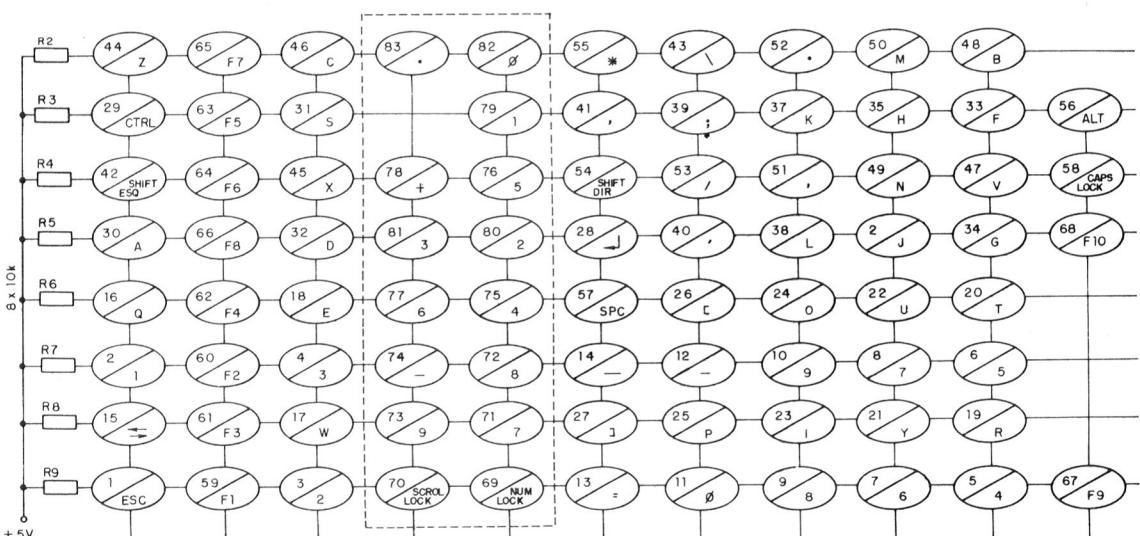

FIGURA 2
A **figura 2** ilustra um teclado usado num microcomputador 16 bits da linha IBM.
Este teclado (**figura 2**) é de tipo alfanuméricico. Contém letras, números, símbolos e comandos. As teclas são dispostas com um certo espaçamento para adequar-se ao dedos de um digitador ou digitadora.
- 12 a 19 – Entradas de linhas da matriz do teclado. Estão conectados aos pulsadores montados em forma de matriz no teclado da **figura 2**.